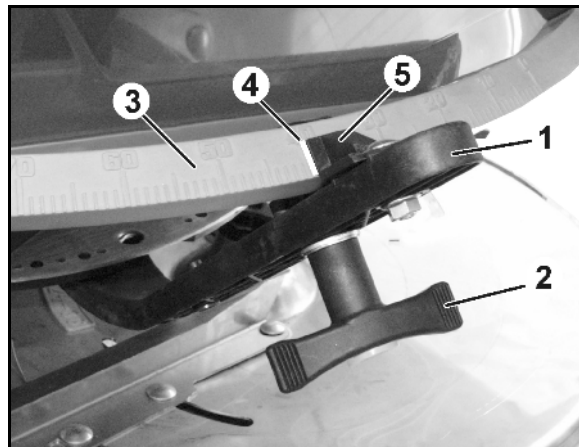

Bild 60
2. Lossa vingmuttern (Bild 60/2).
3. Leta upp erforderlig spjällställning på skalan (Bild 60/3).
4. Ställ in avläsningskanten (Bild 60/4) från reglerspakens visare (Bild 60/5) på skalvärdet.
5. Dra åt vingmuttern (Bild 60/2) ordentligt.